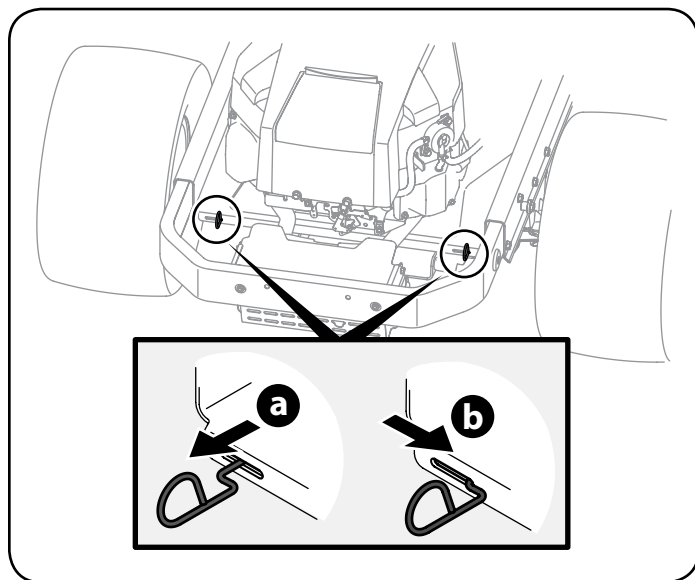

Figura 9
1. Ubique las dos varillas de derivación de transmisión, justo delante de los dos neumáticos traseros. Consulte la Figura 9.
2. Enganche las varillas de derivación tirando cada uno (a) ya la derecha (b) para que encaje en su lugar. Ver Figura 9.
3. Desenganche las varillas de derivación invirtiendo los pasos a & b después de mover el tractor. Ver Figura 9.